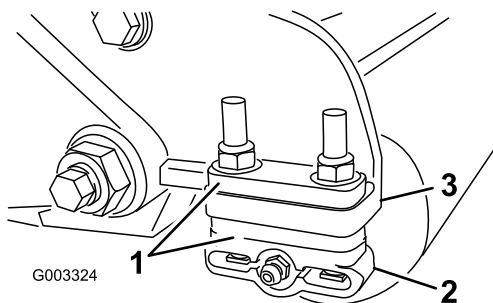

Figura 12
1. Ajuste los soportes del rodillo trasero (Figura 12) al intervalo de alturas de corte deseado colocando la cantidad necesaria de espaciadores debajo de la brida de montaje de la chapa lateral (Figura 12), según lo indicado en la Tabla de alturas de corte.